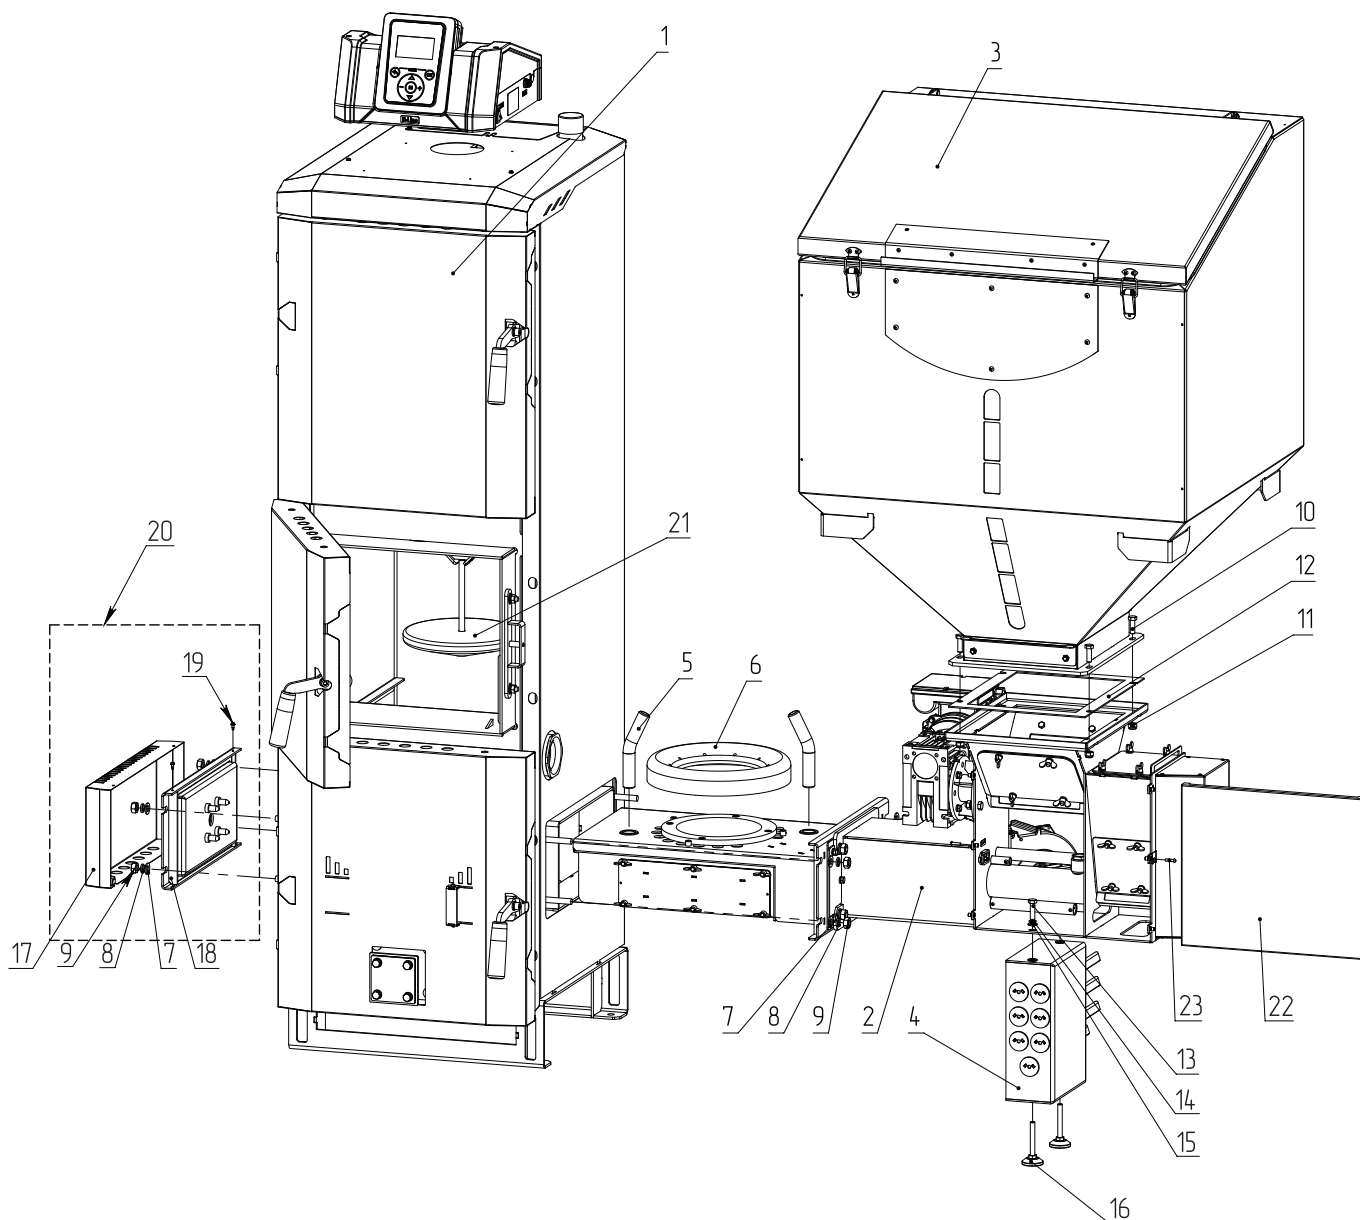

Рис.9 Монтаж котла
1. Открутите саморезы (**Рис.9, поз.19**), снимите кожух заглушки горелки (**Рис.9, поз.17**);
2. Открутите крепежи (**Рис.9, поз.7, поз.8, поз.9**) и снимите основание заглушки (**Рис.9, поз.18**);
3. Открутите винты (**Рис.9, поз.23**) из механизма;
4. Снимите декоративную крышку (**Рис.9, поз.22**) движением вверх;
5. Снимите тарелку (**Рис.9, поз.6**) с горелки;
8. Осуществите сборку заглушки окна горелки (**Рис.9, поз.20**) в обратном порядке;
9. Прикрутите ножку механизма (**Рис.9, поз.4**) с помощью крепежа (**Рис.9, поз.13, поз.14, поз.15**) (Подпятники (**Рис.9, поз.16**) должны быть вкручены в ножку);
10. Установите бункер (**Рис.9, поз.3**) на механизм (**Рис.9, поз.2**) через прокладку (**Рис.9, поз.12**);
11. Зафиксируйте с помощью крепежа (**Рис.9, поз.10, поз.11**);
12. Установите тарелку (**Рис.9, поз.6**) и трубки подачи вторичного воздуха (**Рис.9, поз.5**) на горелку;
13. Установите отражатель пламени (**Рис.9, поз.21**);
14. Установите декоративную крышку (**Рис.9, поз.22**).